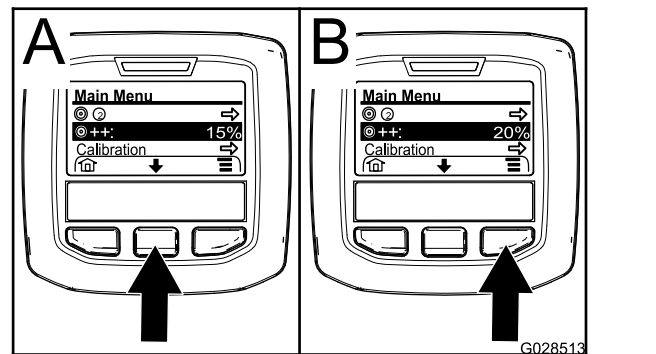

Figura 67
2. Dacă este necesar, apăsai pe butonul central de selectare pentru a evidenția rata de aplicare amplificată (Figura 67).
**Notă:** Pictograma pentru rata de aplicare amplificată prezintă 2 semne (+) amplasate în partea dreaptă a unei inte (Figura 67).
3. Apăsai pe buton de selectare din dreapta (Figura 67) pentru a mări procentul de amplificare în pați de 5% (maximum 20%).